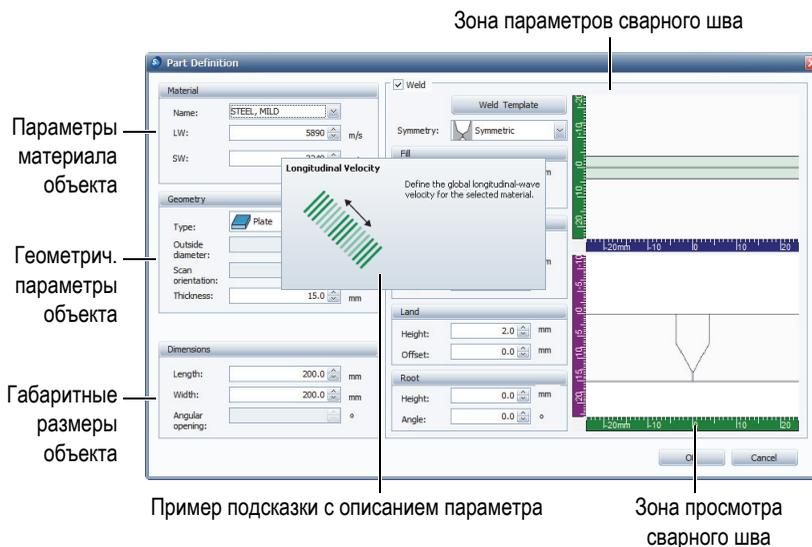

Рис. 8-2 Диалоговое окно Part Definition с параметрами по умолчанию
2. В диалоговом окне **Part Definition** конфигурируйте параметры объекта контроля и сварного шва (см. Рис. 8-2 на стр. 77):